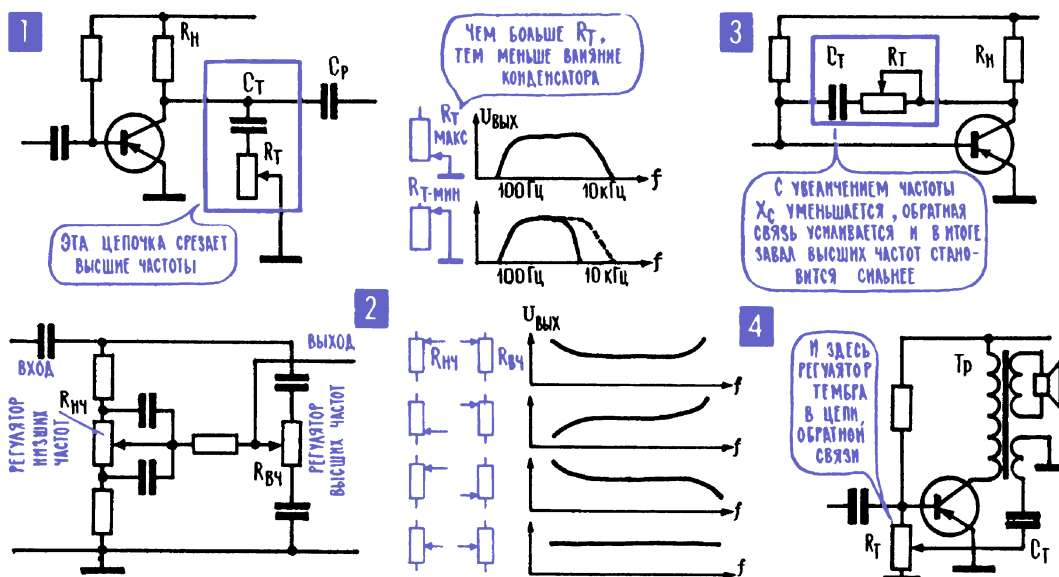

Рис. 12.12. Регуляторы тембра
17. Регуляторы тембра меняют частотную характеристику усилителя. Иногда полезно несколько ухудшить частотную характеристику усилителя, например поднять низшие частоты, которые слишком плохо воспроизводит громкоговоритель, или ослабить высшие частоты, частично подавить «шип» старой граммофонной пластинки. Для этого используются регуляторы тембра – электрические RC-цепочки, частотные свойства которых можно менять, изменяя, например, одно из сопротивлений. На рис. 12.12; 1 самый простой регулятор тембра – RC-цепочка с переменным резистором R_T . Цепочку чаще всего включают так, что она шунтирует участок усилительной схемы, старается замкнуть сигнал накоротко. Емкость C_T подобрана с таким расчетом, чтобы на низших частотах ее емкостное сопротивление было достаточно большим, чтобы этот конденсатор, если он будет в схеме один (движок R_T в крайнем верхнем положении), ослаблял бы лишь высшие частоты, заваливал частотную характеристику в области высших частот. Но если переменный резистор R_T введен полностью, то конденсатор C_T вообще ни на что не влияет, общее сопротивление цепи очень велико, и в нее почти не отвечают ни высшие частоты, ни низшие.
На том же принципе действует распространенный регулятор тембра (рис. 12.12; 2) с отдельной регулировкой высших и низших частот. Его элементы рассчитаны таким образом, что одна ветвь регулятора в зависимости от положения движка $R_{вч}$ заваливает или поднимает частотную характеристику в области высших частот, а вторая ветвь в зависимости от положения движка резистора $R_{тч}$ меняет характеристику в области низших частот.
Элементы, корректирующие частотную характеристику, в том числе и регуляторы тембра, можно в принципе включить и в цепь отрицательной обратной связи (рис. 12.12; 3, 4). При этом здесь они все делают наоборот: те